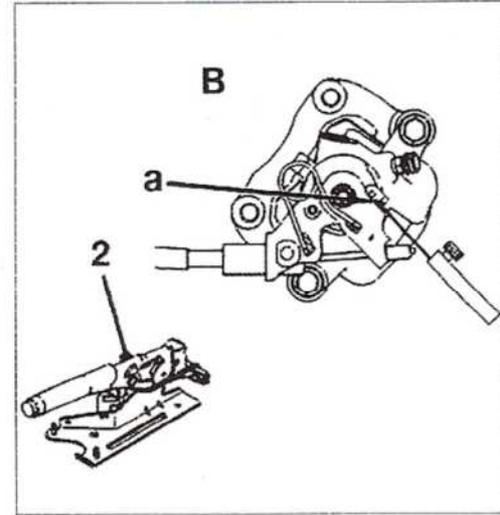

FIG.19
- Con un juego de galgas, medir la separación en "a" (Fig.19); debe ser inferior o igual a 1,0 mm.
- Ajustar con ayuda de la tuerca (2).